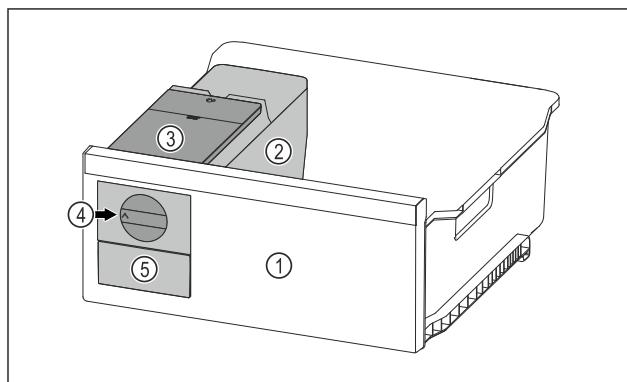

Fig. 125 Simbolična slika
- Vrtljivi gumb Fig. 125 (4) obrnите do konca v smeri urinih kazalcev.
- Kocke ledu iz posode za ledene kocke padajo v predal za ledene kocke Fig. 125 (5).